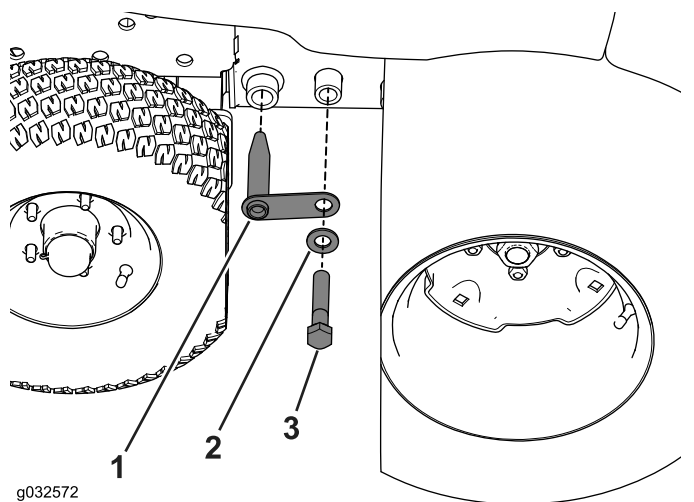

Bild 117
7. Entfernen Sie die Schraube, Scheibe und den Kupplungslenker vom Maschinenrahmen (Bild 117).